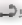

图 4.103 修整门窗洞口处
(8) 将【墙体】层设置为当前层,用前面已学过的命令将图形修整至如图 4.103 所示。